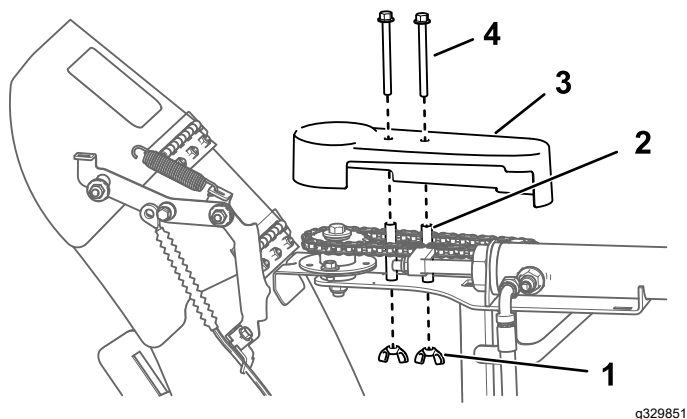

Figure 35
7. Posez le couvercle comme montré à la Figure 35.